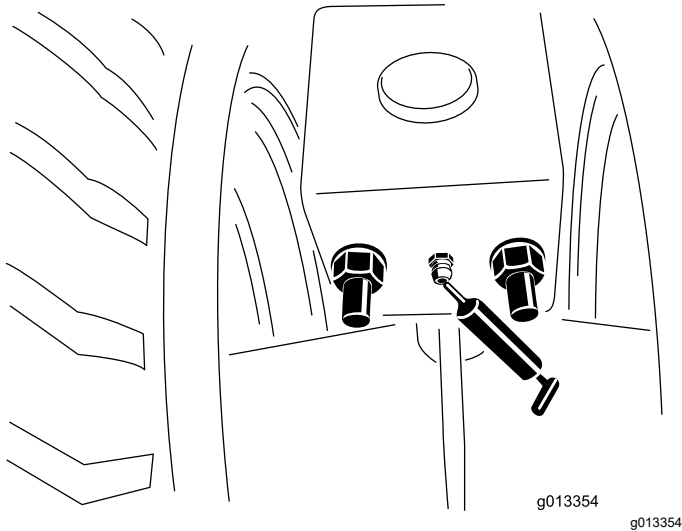

Bild 56
1. Reinigen Sie die Schmiernippel (Bild 56).